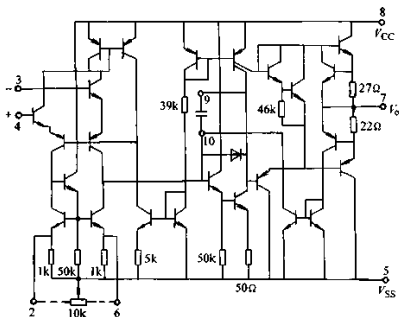

图 5-84 IC 放大器质检方法原理图
以国产的FO06(相当于进口 $\mu A741$)为例,其内部电路如图5-84所示。由图可知,他的③脚和⑤脚、⑩、⑧脚之间各为一个PN结,测量这些PN结的正、反向电阻值,可以估测其好坏。